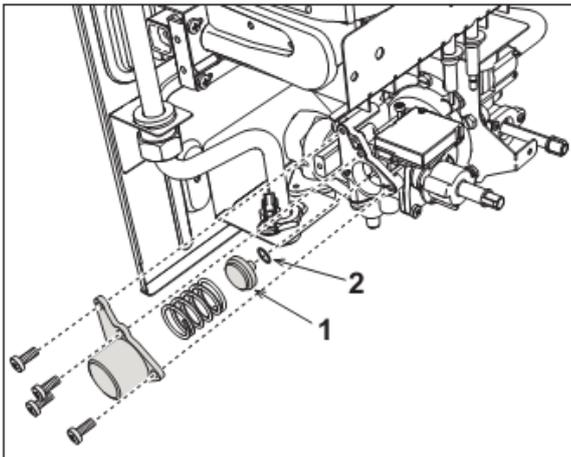

Abb. 8
- Entfernen Sie die Feder und ersetzen den Modulationskegel (1 Abb. 8) durch den entsprechenden des neuen Gastyps und prüfen Sie, ob die Dichtung (2 Abb. 8) korrekt eingesetzt ist.